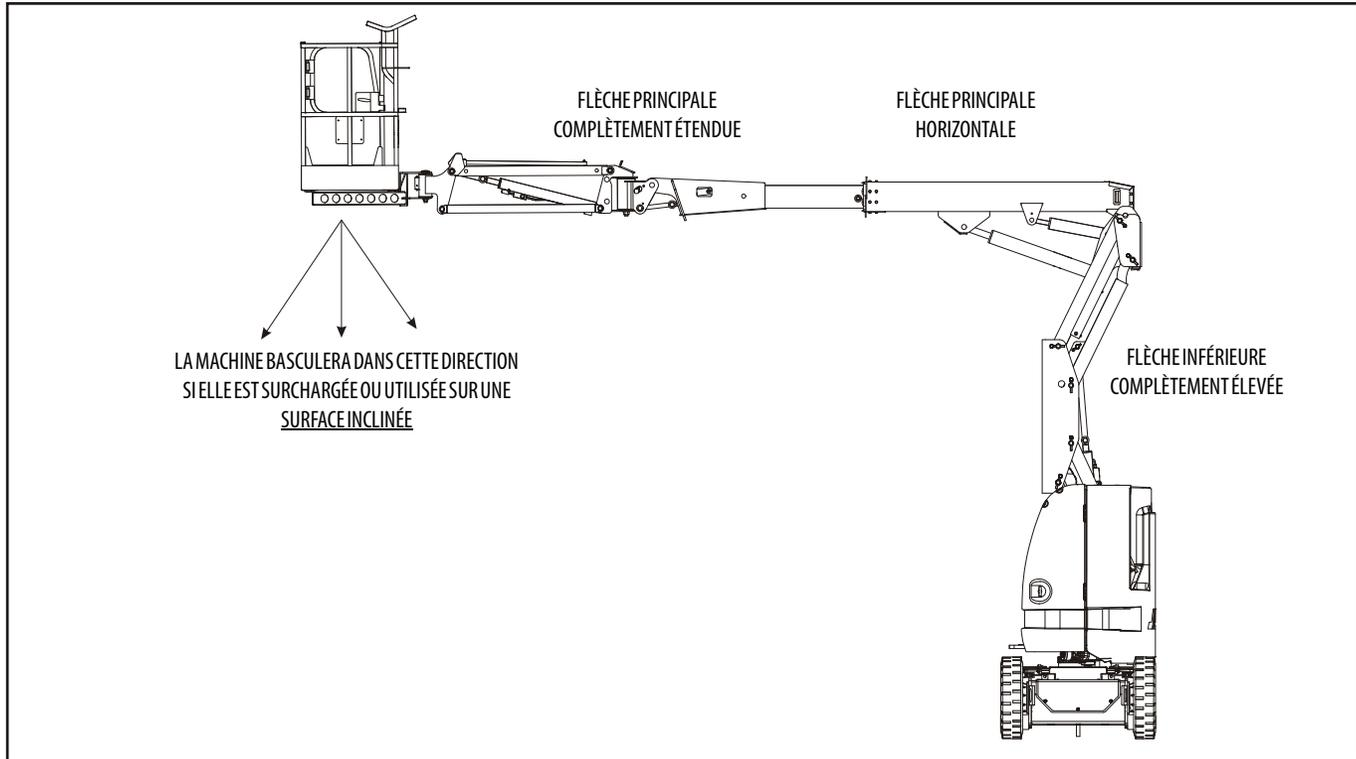
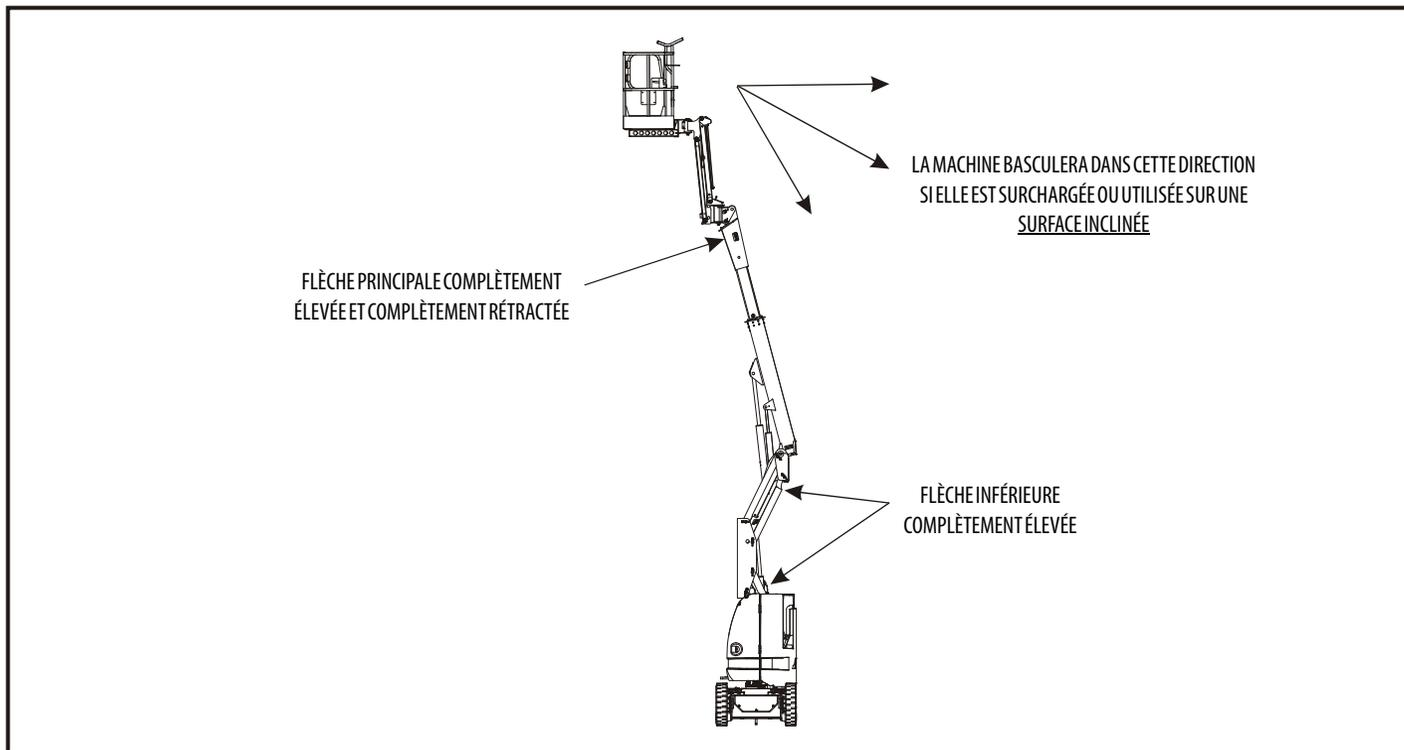
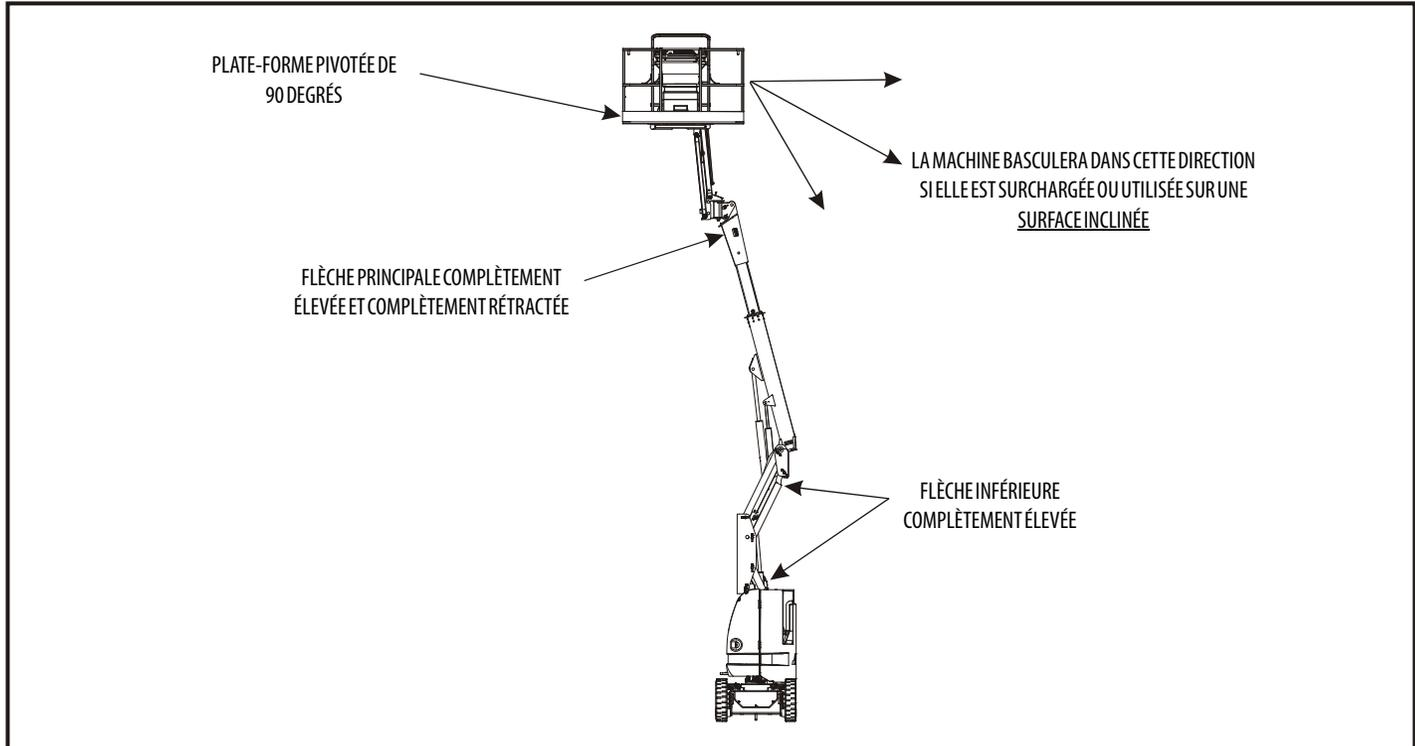

Figure 4-1. Position la moins stable vers l'avant
Figure 4-2. Position la moins stable vers l'arrière - E300AJ
Figure 4-3. Position la moins stable vers l'arrière - E300AJP
La stabilité de la machine est basée sur deux (2) conditions, appelées stabilité VERS L'AVANT et stabilité VERS L'ARRIÈRE. La position la moins stable de la machine VERS L'AVANT est illustrée sur la Figure 4-1. et la position la moins stable de la machine VERS L'ARRIÈRE est illustrée sur la Figure 4-2. et la Figure 4-3.